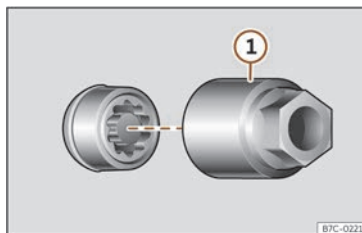

Fig. 241 Șurub roată antifurt cu căpăcel și adaptor.
- Introduceți adaptorul special >>> **fig. 241** (trusa de scule >>> pag. 347) în șurubul de roată antifurt și apăsați-l complet.